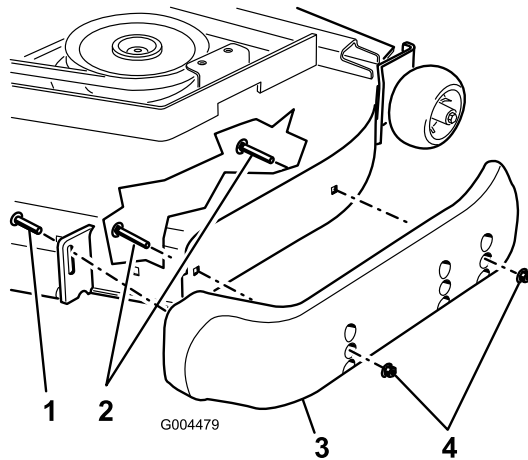

Figura 7
3. Afloje el tornillo situado en la parte delantera de cada patín. Hay 2 patines en los cortacéspedes Guardian y 1 patín en los cortacéspedes de descarga lateral (Figura 7).